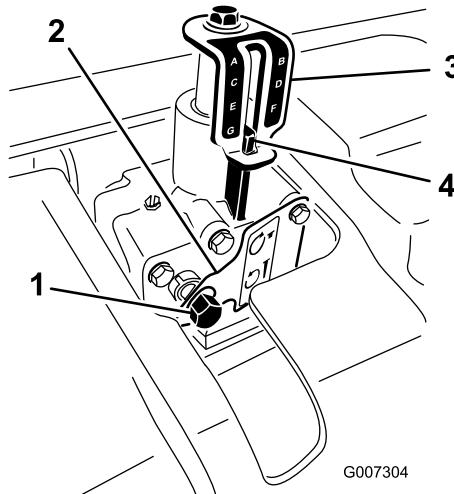

図 24
3. ラチェットレンチに 9/16 インチのソケットを取り付けて深さアジャスタのシャフトにセットする 図 24。
5. タインの打ち込み深さを深くするには深さアジャスタのシャフトを右に回す。浅くするには左に回す 図 24。
6. 深さ表示ステッカーのマークに一致するまで深さアジャスタのシャフトを回して深さを合わせる 図 24。